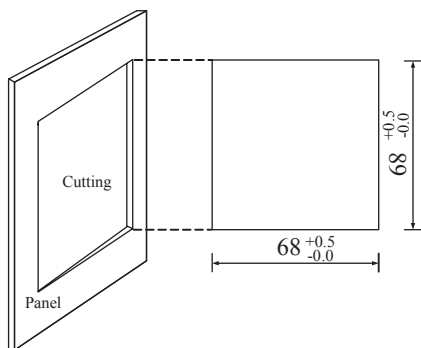

图 2-9 开口尺寸
- 1、首先，在欲安装显示模块的盘面上开 DIN 或者 ANSI 标准的安装孔，尺寸见图 2.9。